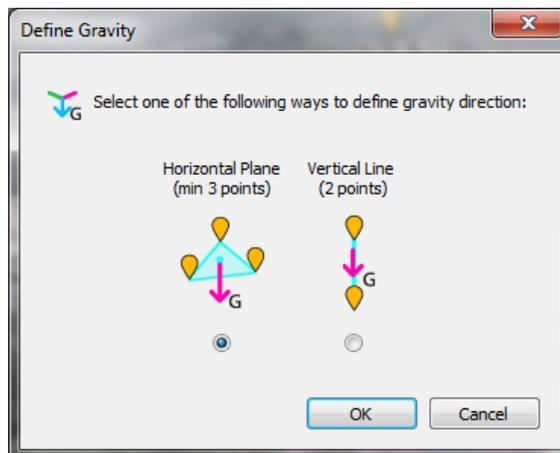

图 57 - 定义重力对话框
8. 通过单击**定义重力**，定义模型重力。如图像有 GPS 数据，系统将根据 GPS 数据尝试自动定义重力矢量。如此操作成功，**定义重力**按钮下面将显示消息，说明已自动定义重力，否则将打开下面的对话框（图 57），允许用户手动定义重力矢量。